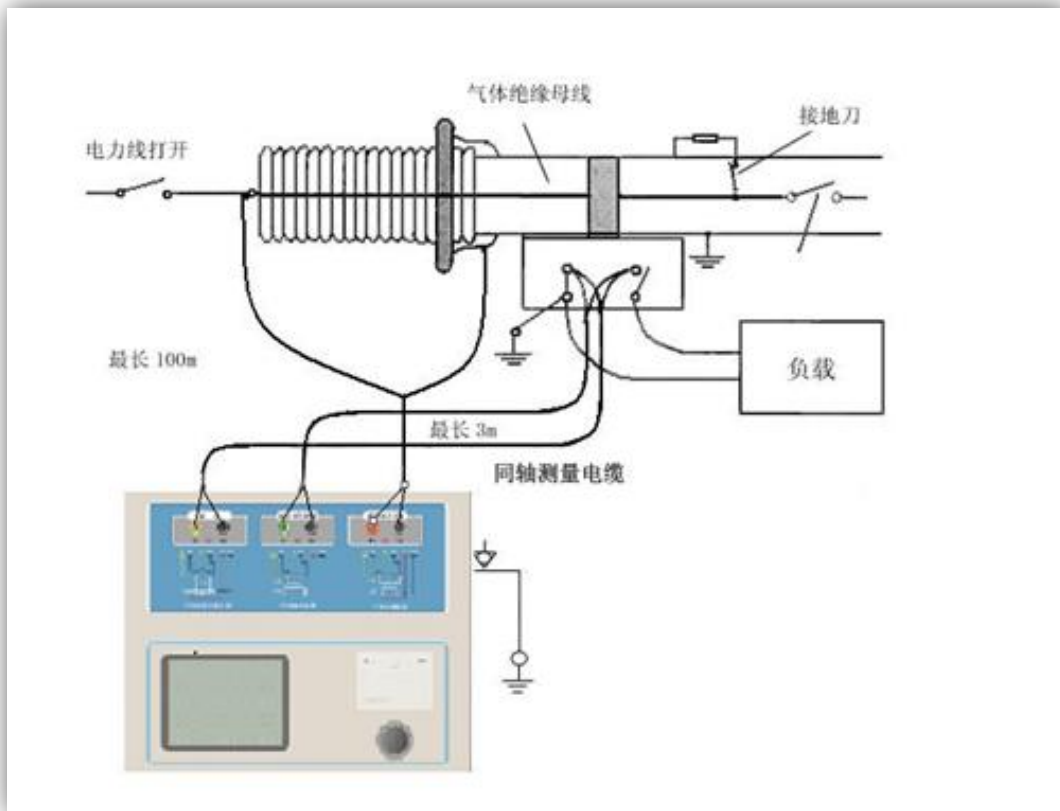

图 C-4 测试仪对 GIS (SF6) 开关上的 CT 测试时的接线方式
3. 测试仪在对 GIS (SF6) 开关上的 CT 测试时的接线方式如图 C-4 所示。